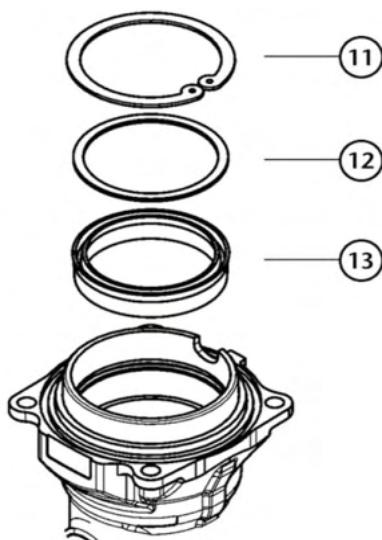

Fig. 10
5. Remove the piston (10) and disassemble the circlip (11), the washer (12) and the seal (13) (fig. 10). Check the piston for scratches and replace damaged parts.
5. Quitar el vástago (10) y desmontar el anillo de seguridad (11), la arandela (12) y el collarín (13) (Fig. 10). Verificar que el vástago no este rayado y sustituir piezas deterioradas.
5. Déposer le piston (10) et démonter le circlip (11), la rondelle (12) et le joint (13) (Fig. 10). Vérifier que le piston n'est pas éraflé et changer toutes les pièces endommagées.